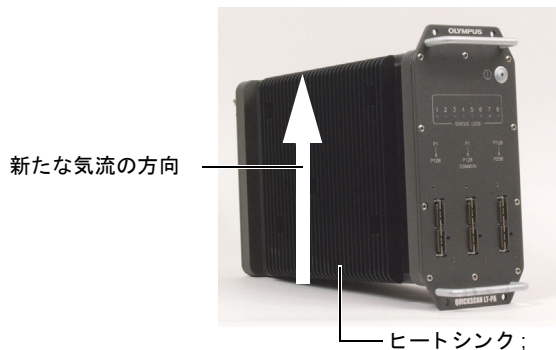

図 3-1 QSLT— ヒートシンク位置と空気の循環
- ・ 探傷器は、直立で設置してください (38 ページ図 3-1 参照)。
- 一定の上昇気流をヒートシンクで循環させ、放熱します（38 ページ図 3-1 参照）。必要な場合は通気してください。